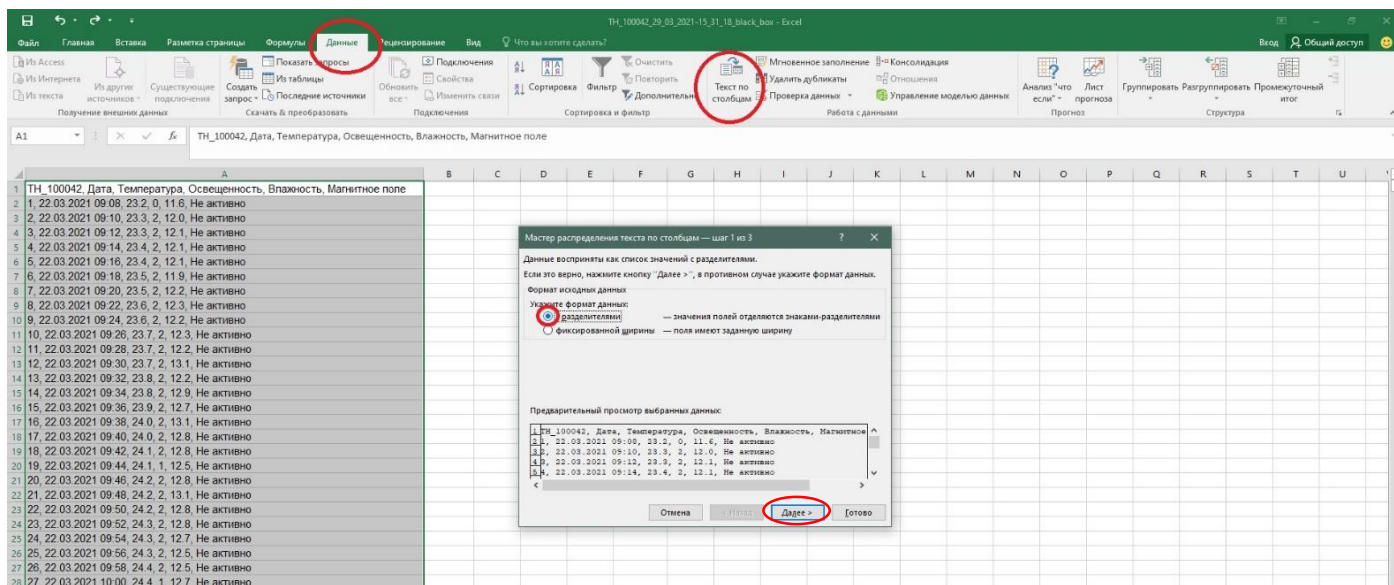

Рисунок 14 – Вкладка данные MS Excel, шаг 1
- В появившемся окне «Мастер распределения текста по столбцам» выбрать «Формат данных» / «С разделителями» (рис.14), нажать «Далее»;